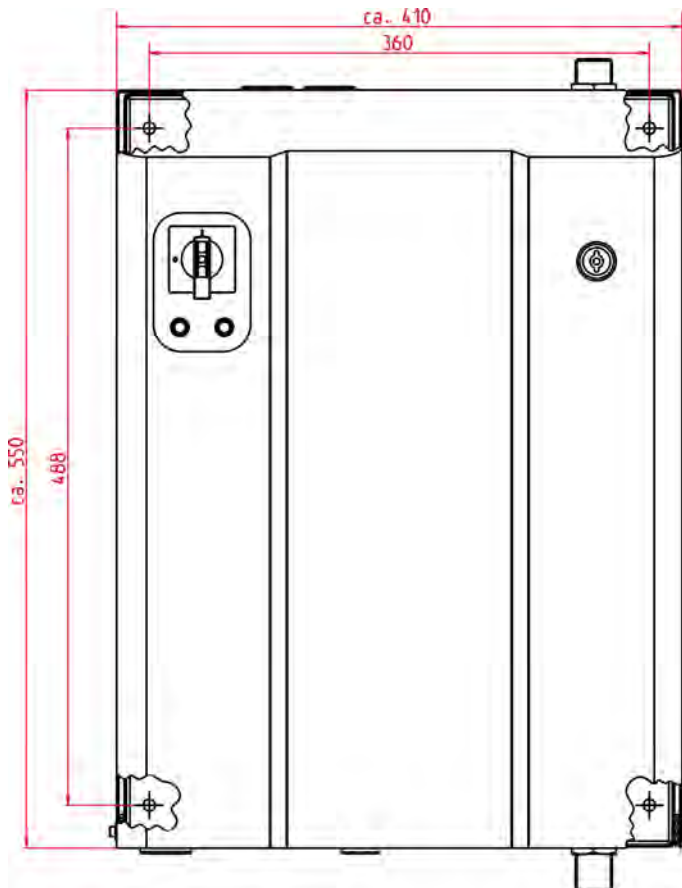

Abb. 3: Wandmontage: Lub-O-Mat Eco
2. ➤ Mit einem Gliedermaßstab die oben angegebenen Abmessungen (Abb. 3) für die Bohrlöcher ausmessen.